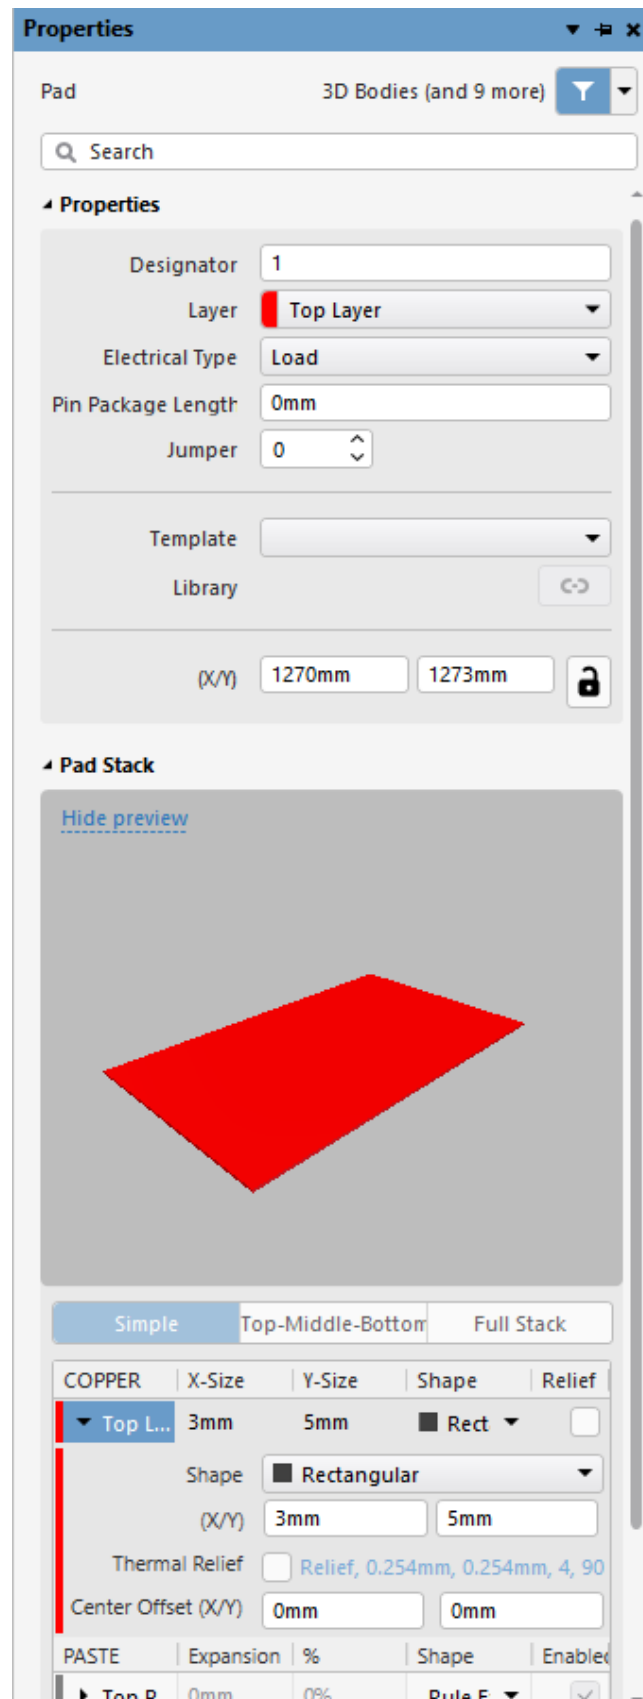

Рис. 1.21. Настройка размеров контактной площадки
3. Форма и размер контактной площадки. Они настраиваются в панели *Properties* сразу под картинкой посадочного места. В нашем случае для слоя *Top Layer* это будет прямоугольник *Rectangular* размерами 3 × 5 мм (рис. 1.21).